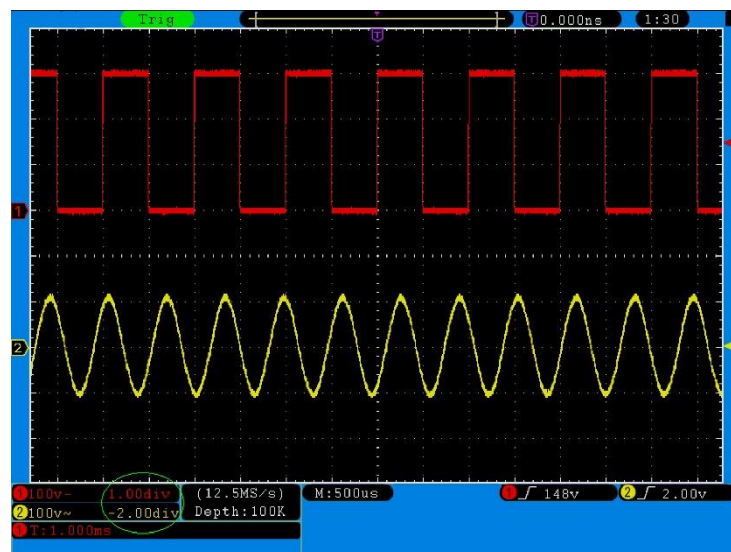

Fig. 24 Información sobre la posición vertical
3. Cuando se ajusta la posición vertical de la forma de onda del canal, la pantalla muestra la información concerniente a la posición vertical en la esquina inferior izquierda (observe **Fig. 24**).